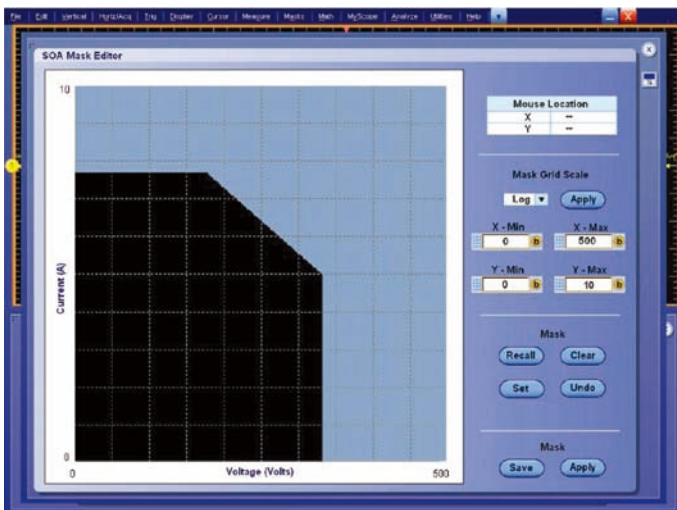

図12. DPOPWRによるSOAマスク・エディタ・ウィンドウ。XとYの最大値、最小値を設定できる
- SOAのマスク・エディタは、トランジスタのデータ・シートに記載されている電圧、電流の最大値、最小値および最大許容損失をもとにセットアップされます（図12を参照）。測定されたSOAと、トランジスタ製造メーカーからの最大リミット値を検証、比較することができます。データ・ポイントがマスク領域内にある場合は緑で“Pass”が表示されて合格と見なすことができます。マスク領域外に出ると赤で“Fail”と表示され、不合格と見なすことができます。